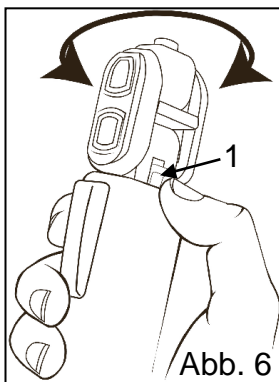

Abb. 6
1. Um den Kopf um  $360^\circ$  zu drehen, bewegen Sie den Schieber (1) (Abb. 6) in Richtung des Schraubkopfes und drehen Sie den Schraubkopf nach Belieben.
1. To rotate the head 360°, push the switch (1) (Fig. 6) towards the connector and freely rotate the head.